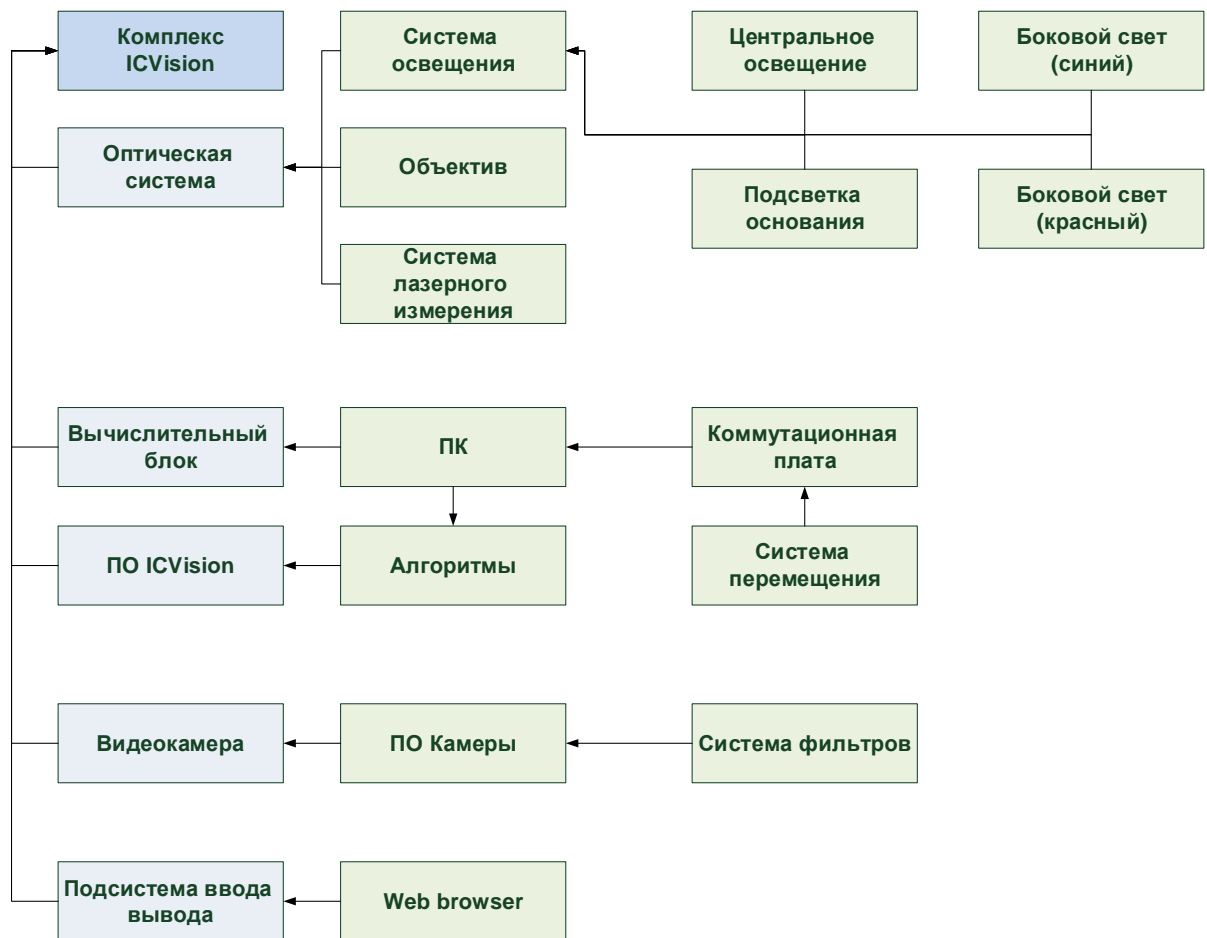

Рисунок 3 – Компоненты ПАК ICVision
1.1.5.6 Схема компонентов ПАК ICVision (см. Рисунок 3).